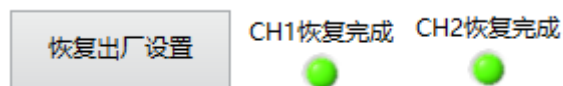

图 5.5.9 芯片恢复出厂设置
- 7、单击“恢复出厂设置”按钮，擦除芯片内部原有角度编程数据。（若芯片为首次编程，可跳过此步骤以简化操作步骤节省编程时间。）擦除完成后“恢复完成”指示灯变为绿灯常亮（图 5.5.9）。